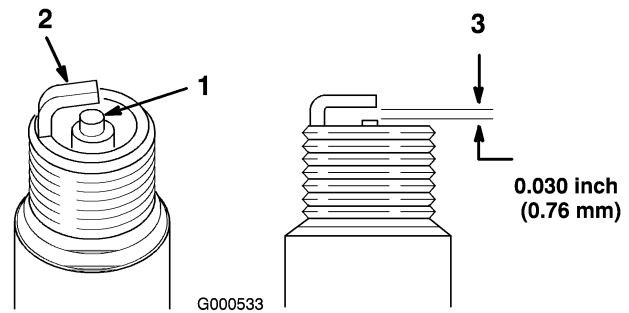

Figure 30
- Examinez le centre des bougies (Figure 30). Si le bec de l'isolateur est recouvert d'un léger dépôt gris ou brun, le moteur fonctionne correctement. S'il est couvert d'un dépôt noir, c'est généralement signe que le filtre à air est encrassé.
- Contrôlez l'écartement entre l'électrode centrale et l'électrode latérale (Figure 30). Courbez l'électrode latérale (Figure 30) si l'écartement est incorrect.